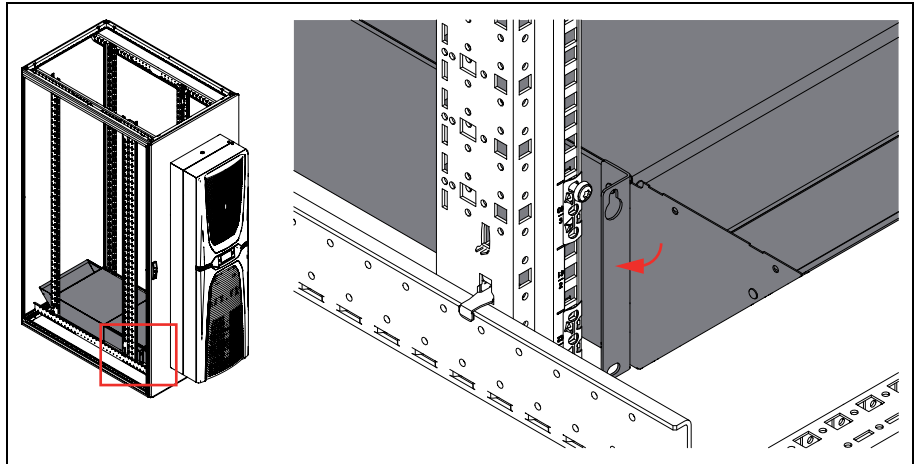

Abb. 11: Umkanten hintere Laschen
- Kanten Sie anschließend die Laschen von Hand in einen rechten Winkel um (Abb. 11).